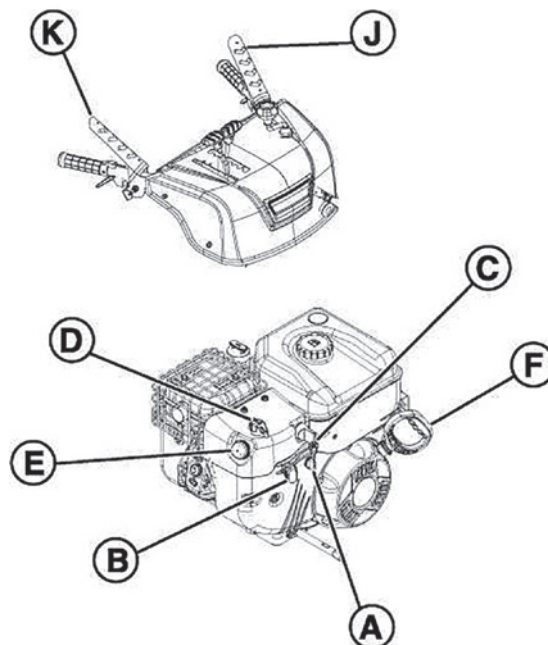

Рис. 5
1. Отпустите рычаг управления шнеком (J, Рис. 5) и рычаг сцепления (K).
2. Поверните ручку крана подачи топлива (A), если таковая имеется, в положение ОТКРЫТО.
3. Переместите рычаг управления дросселем (B) (если таковой имеется) в положение БЫСТРО.
4. Поверните ключ зажигания (C) в положение ВКЛ. или нажмите на ключ Вкл./Выкл.
5. Поверните переключатель управления заслонкой (D) в положение ЗАКРЫТО.